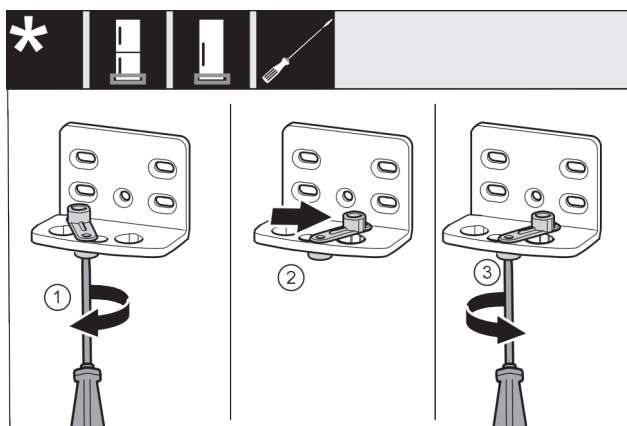

Fig. 16
- Lironi plotësisht vidën Fig. 16 (1) me një kaçavidë.
- Ngrini lart ndihmën e mbylljes së derës Fig. 16 (2) dhe rrotullojeni brenda vrimës me 90° nga e djathta.
- Mbërtheni fort vidën Fig. 16 (3) me kaçavidë.